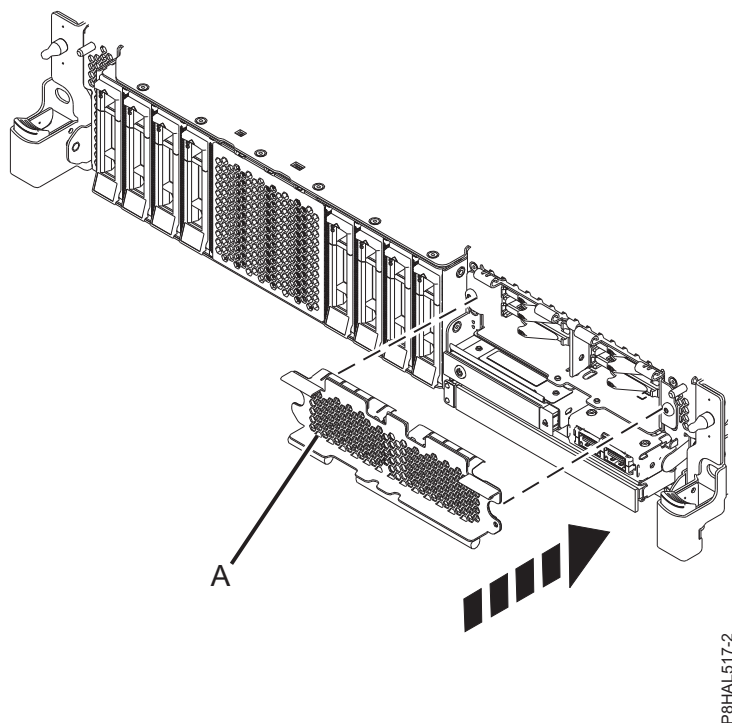

Figura 27. Com tapar el receptacle de l'SSD en un sistema de funció expandida
5. Si cal, tapeu el receptacle de l'SSD amb la placa perforada (A) tal com es mostra a la Figura 27 a la pàgina 30.